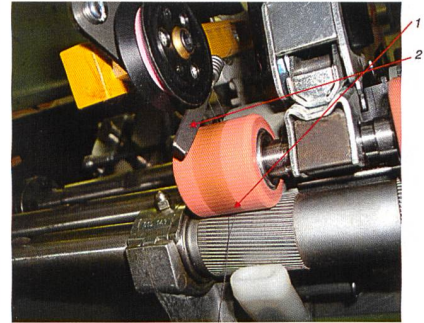

Abb. 3: Zuführung der gefachten Garne
der Feinheit 12 tex mit 750 Drehungen/Meter (tpm) eingesetzt. Das Ziel war die Herstellung eines Garnes der Feinheit 25 tex x 2 (Nm 40/2). Die beiden Garne werden bis zum Auslaufzylinderpaar der Ringspinnmaschine getrennt geführt (Abb. 3). An diesem letzten Klemmpunkt (1) wird dann gemäss Programmierung das Vorgarn zugeführt und direkt eingebunden.